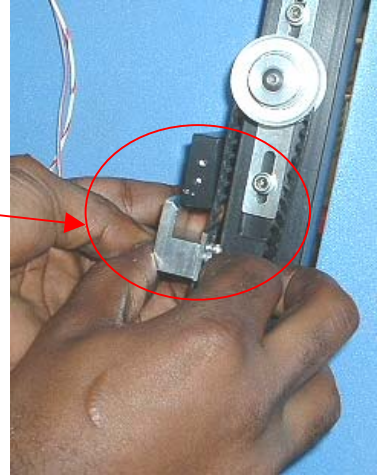

Figure 41
1. Installez le nouveau dispositif chauffant sur ses rails avec précaution. . Guidez la ligne d'aspiration et les flexibles à travers la plaque de montage. Assurez-vous que les flexibles ne sont pas pincés. Consultez la figure 41.